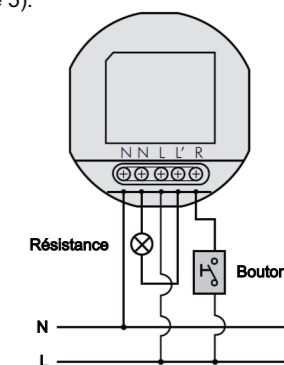
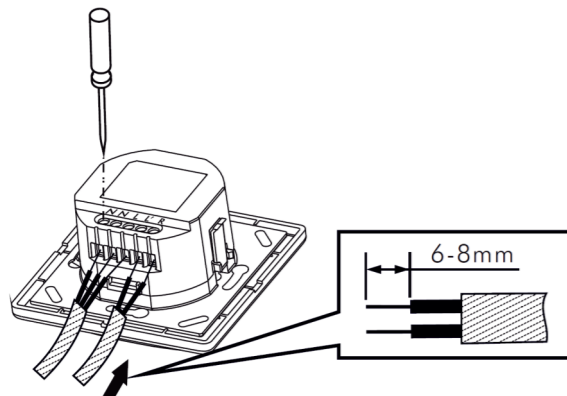

Figure 5
Figure 9
3.3.1 Fonctionnement normal (voir figure 5).
3.4.1.2 Desserrez les bornes pour les ouvrir et raccordez les câbles comme indiqué sur les figures 5 - 7. Dénudez les fils sur 6 - 8 mm. (Voir figure 9).